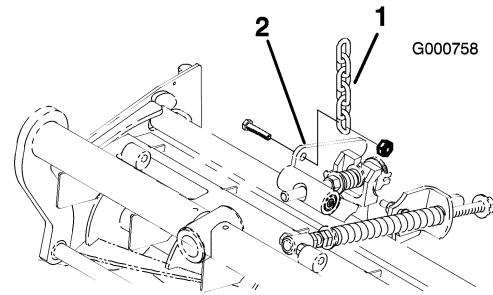

Figura 6
12. Retire la tuerca que fija el soporte del muelle de compensación del césped a la pletina de estabilización de la unidad de corte (Figura 6). Enganche la cadena de elevación y fíjela con la tuerca que se retiró.